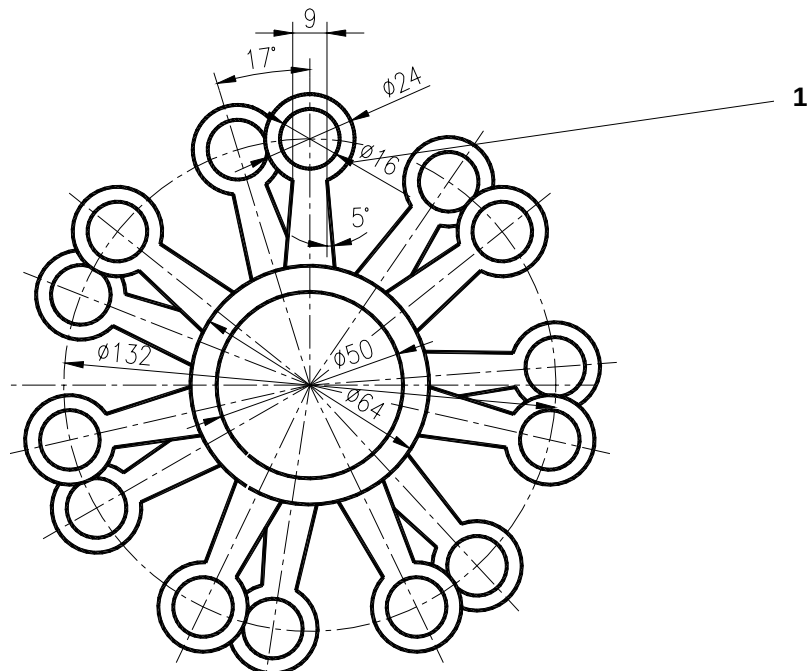

Fig. U7.16
6. Realizați desenul din Fig. U7.16 utilizând la editări comenzile *TRIM*, *COPY*, *ROTATE* și *ARRAY*. Pentru versiunea 2002 a programului, după ce realizați partea superioară (notată cu 1), copiați-o în aceeași poziție apoi rotiți-o cu 17° . Multiplicați cu *ARRAY*, opțiunea *P*, cele două “urechi” rezultate. Pentru versiunile 2006... 2010 utilizați opțiunea *C* (*Copy*) a comenzii *ROTATE*.